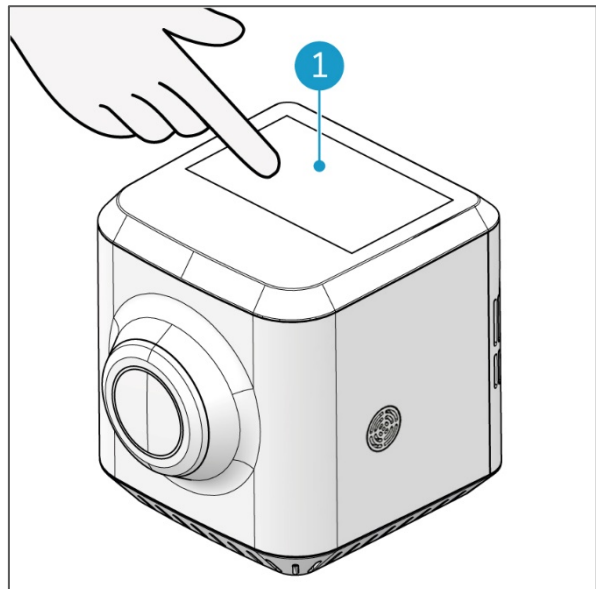

Figure 9
1. Touchez du doigt l'écran tactile sur le dessus de l'i-sense (Figure 9, position 1).